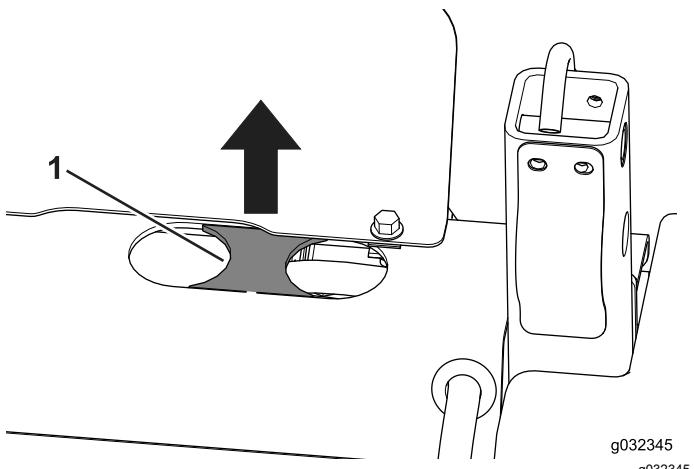

Figure 15
- Si elle est présente, enlevez la partie prédécoupée entre les 2 trous (Figure 15).